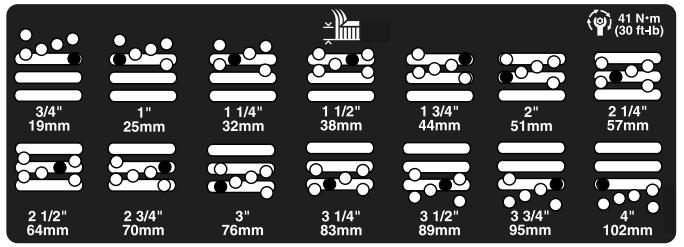

Figura 25
5. Mova a câmara para a altura de corte desejada e instale o espaçoador no orifício e ranhura da altura de corte designada (Figura 25).